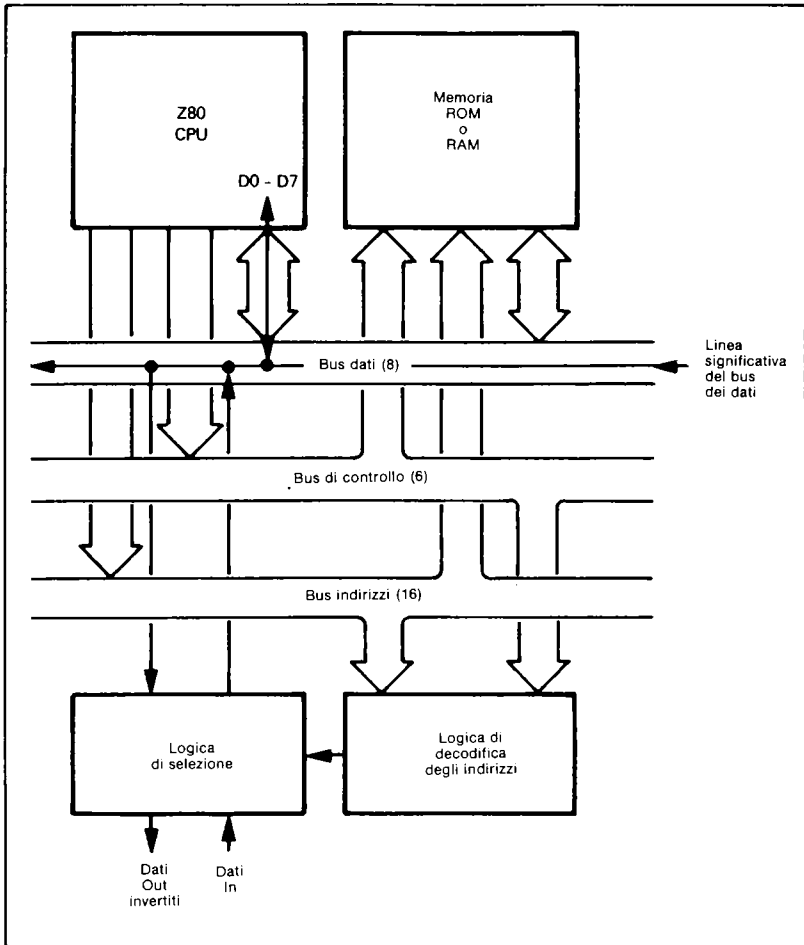

Figura 2-1. Configurazione per indirizzamento di I/O visto come Mappa di Memoria (Memory-Mapped)
**In termini di dispositivi di microcalcolatore, la Figura 2-1 mostra la configurazione di microcalcolatore implicata.**